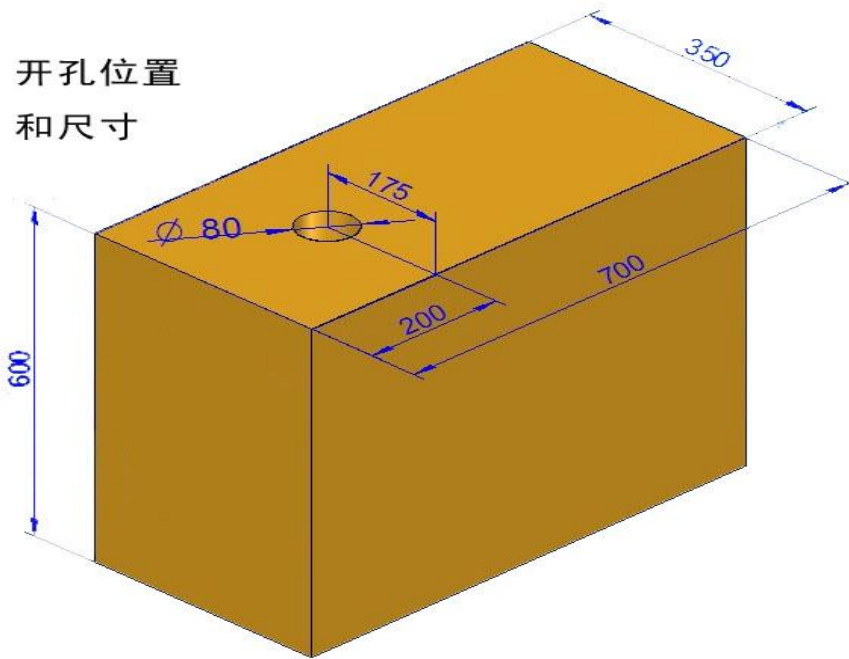

图 1
2.2 抬高底板，用扳手将底板下的 2 只 M10 螺栓旋出，硬度计与底板脱离，提出硬度计（注意安全）。拆箱后的硬度计安放在稳固的工作台上，在工作台适当位置开孔（尺寸位置参考图 1），使螺杆（5）能正常向下工作。